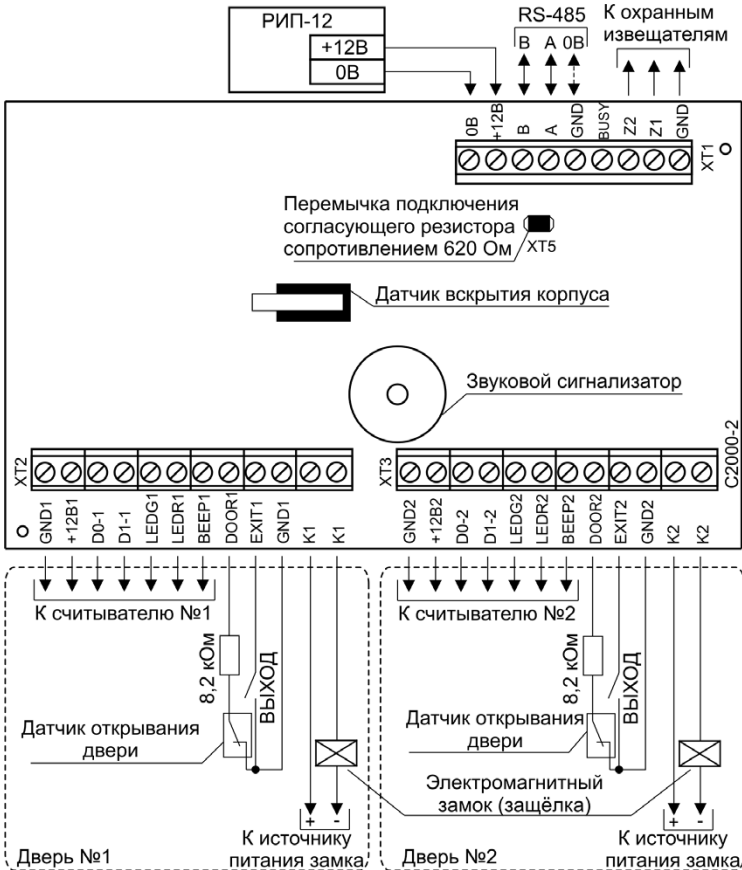
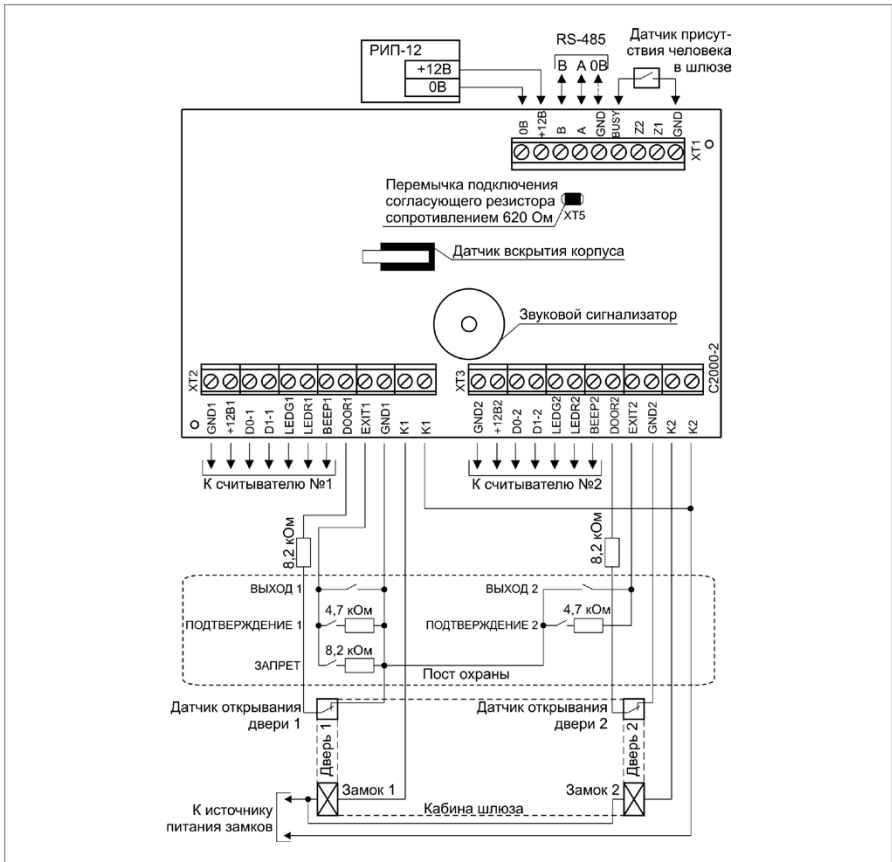

Рисунок 2. Схема подключения контроллера «С2000-2» в режиме «Две двери на вход»
Рисунок 8. Схема подключения контроллера «С2000-2» в режиме «Шлюз»
1. Схемы внешних соединений контроллера в различных режимах работы представлены на Рисунок 2-Рисунок 8.
11. Подключение в режиме «Две двери на вход» (Рисунок 2). Подключите оборудование первой двери (считыватель, замок, кнопку «Выход», датчик открывания двери) к контактам контроллера, обозначение которых заканчивается цифрой 1, а оборудование второй двери – к контактам, обозначение которых заканчивается цифрой 2.
15. Режим «Шлюз» (Рисунок 8). Установите на входе в шлюз с каждой стороны (вне шлюза) два считывателя. Внутри шлюза перед каждой дверью, либо на посту охраны, установите две кнопки «Выход», две кнопки «Подтверждение» и одну кнопку «Запрет».